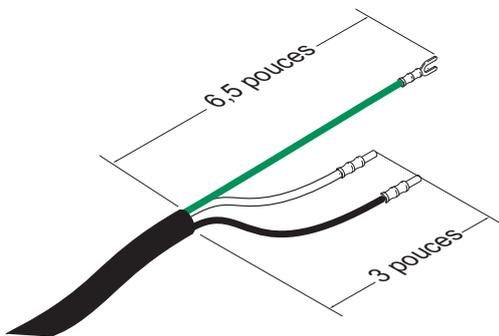

FIG. 6: Cordon d'alimentation
- Ajouter au besoin des embouts de fil. Voir la FIG. 6.